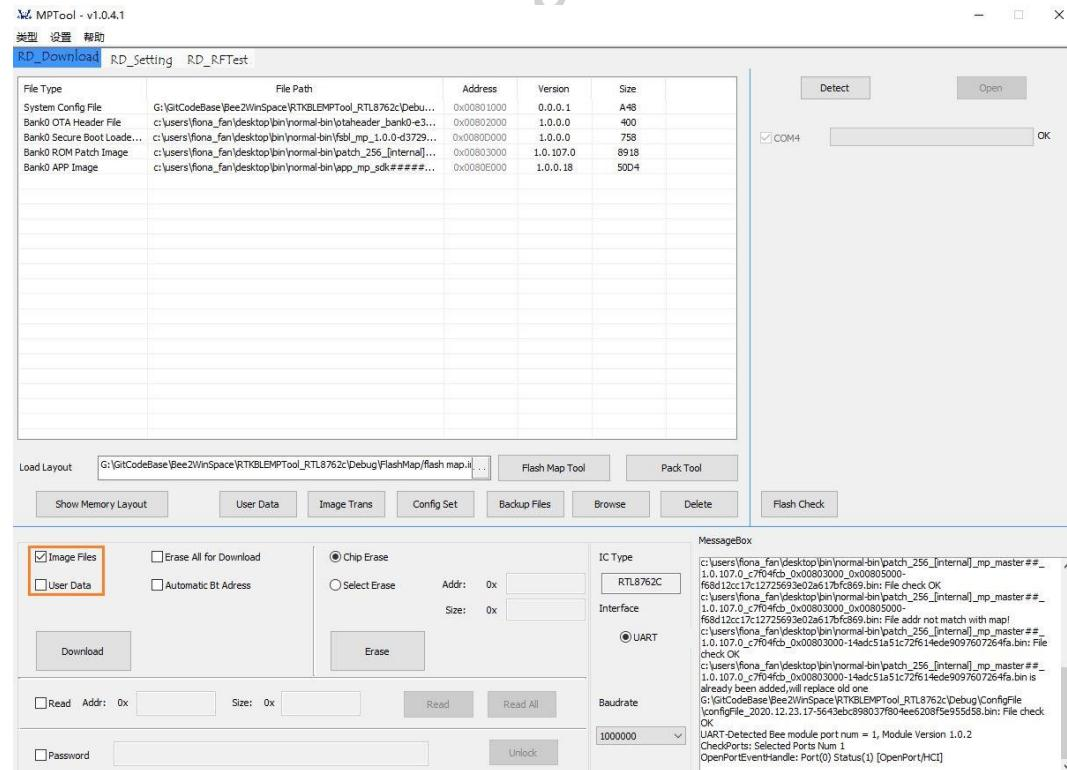

图 8-15 选择下载内容
8) 选择勾选“Image Files”和“User Data”复选框以选择是否下载对应文件，如图 8-15 所示。